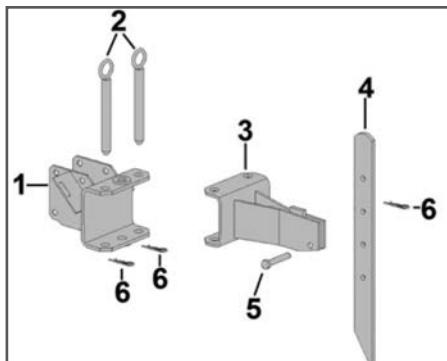

Рис. 5 Установка сошника
- Установите в кронштейн 1 рамы мотоблока кронштейн сошника 3 (Рис. 5). Совместите отверстия в кронштейнах сошника и рамы и вставьте пальцы 2. Зафиксируйте пальцы 2 шплинтами 6 (Рис. 5).
- Установите сошник 4 в кронштейн сошника 3 (Рис. 5). Вставьте сошник между пластинами кронштейна, совместите нужное отверстие в сошнике с отверстием в кронштейне и вставьте палец 5 крепления сошника (Рис. 5). Зафиксируйте палец шплинтом 6 (Рис. 5).